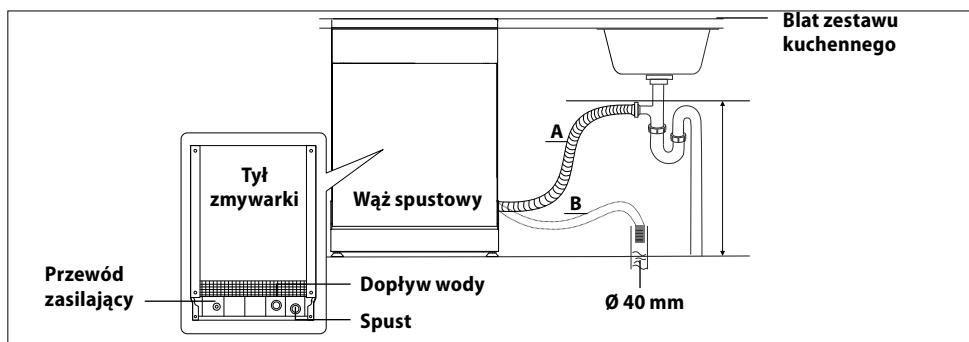

Rys. 17
4. Podłącz węża dopływowego do dopływu zimnej wody, jak pokazano na Rys. 17.
- Wąż dopływowego podłącz do kurka wodociągowego z gwintem 3/4" (Rys. 17). Uważaj, aby wąż dopływy nie był zgięty, ścisłyty lub spleciony.